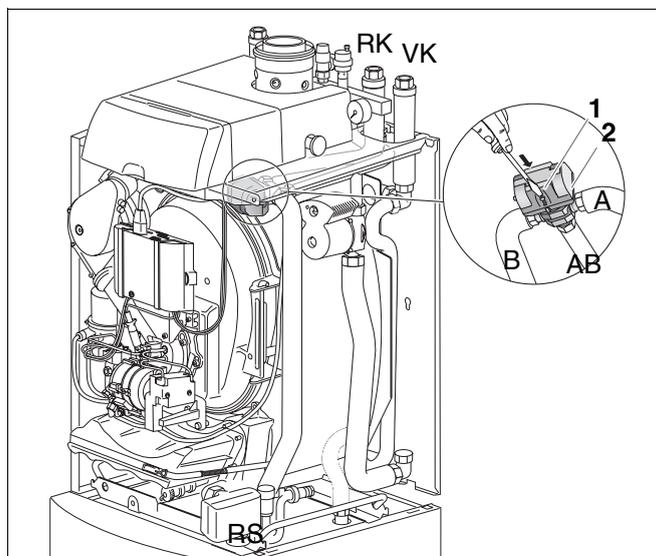

Bild 18 Manueller Umschalter des 3-Wege-Ventils (Lupe zeigt das 3-Wege-Ventil von unten)
Beachten Sie, dass das 3-Wege-Ventil (Bild 18, **Pos. 2**) ohne Strom zwischen den Anschlüssen AB und B offen ist (siehe Bild 18).
Für Notbetrieb: Bei defektem Stellantrieb kann das 3-Wege-Ventil (Bild 18, **Pos. 2**) mit Hilfe des manuellen Umschalters (Bild 18, **Pos. 1**) von AB - B zu AB - A geöffnet werden (siehe Lupe in Bild 18).
- Mit einem Schraubendreher den Hebel (Bild 18, **Pos. 1**) in Pfeilrichtung drücken, bis er einrastet (siehe Bild 18).